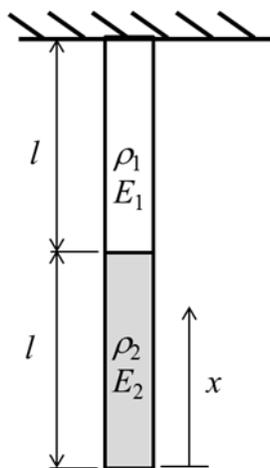

図 1
- 1 図 1 に示すように、断面が一樣で真直な長さ l の 2 本の中実棒を完全に接合し、一端を固定し鉛直に釣り下げた。棒の質量密度を ρ_1 、 ρ_2 、断面積を A 、ヤング率を E_1 、 E_2 、重力加速度を g とするとき、以下の問いに答えよ。ただし、応力は棒の軸方向のみを考慮し、断面積は変化しないものとする。なお、ここでの応力は単位面積あたりの力と定義する。